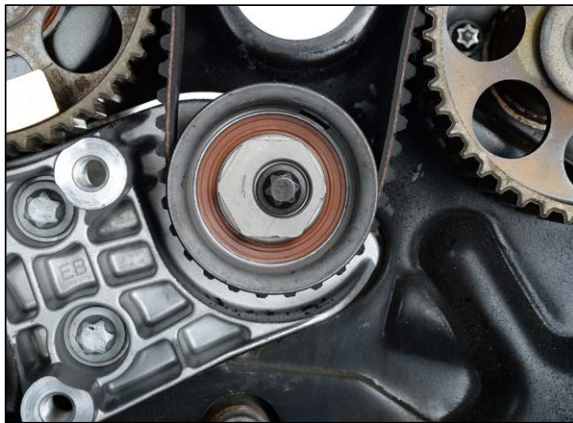
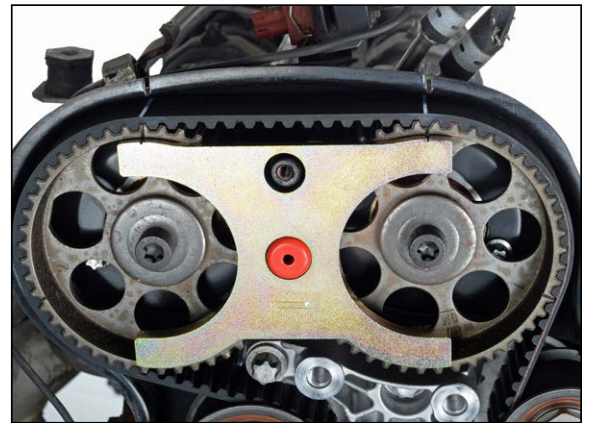

Abb. 21
Abb. 22
11. Exzenter der oberen Umlenkrolle mit Hilfe des Spannschlüssels OE (MKM-6038) oder der Wasserpumpenzange gegen den Uhrzeigersinn verdrehen, bis die Spitze des Exzenters auf ca. 9-Uhr-Position steht (Abb. 21) und die Markierungen der Nockenwellenräder und der Prüflöhre OE (KM-800-20) fluchten (Abb. 22). Obere Umlenkrolle mit 40 Nm festziehen.
16. Prüflöhre OE (KM-800-20) auf die Nockenwellräder „1“ und „2“ aufstecken. Markierungen der Nockenwellenräder und der Prüflöhre OE (KM-800-20) fluchten (Abb. 22). Sollten die Markierungen nicht übereinstimmen, erneut einstellen wie unter Punkt 11.